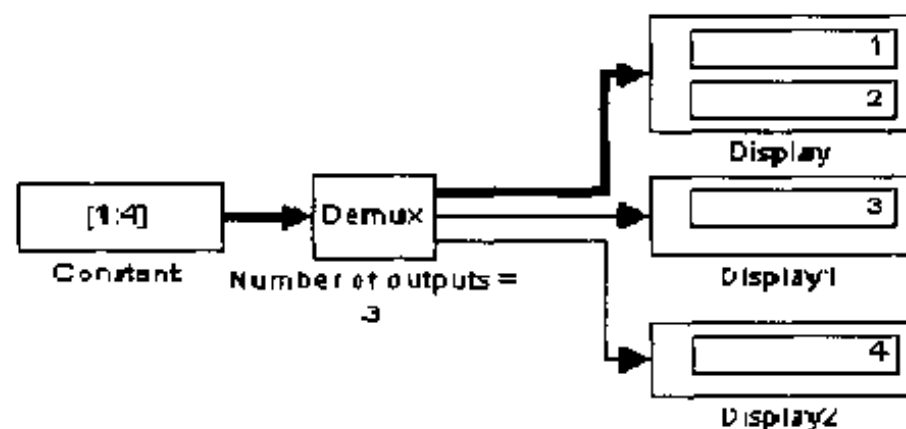

图 7.132 Demux 模块应用举例(3)
- 若输入信号宽度不能被输出的数量均分(输出宽度不同),模块将把输入信号分成不同宽度的矢量, Simulink 给出提示信息。在图7.132所示的模型中, Demux 模块把一个 4 元素矢量信号分成了三个信号。第一个信号包含了输入信号的头两个元素。
(2) 输出矢量数量。如果 Number of outputs 参数是矢量,输出的数量等于矢量中的元素